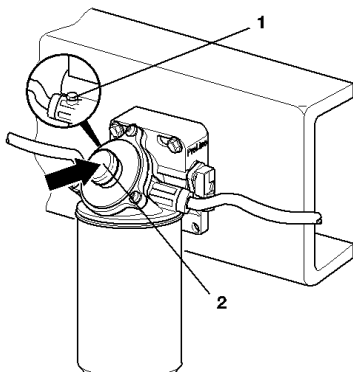

Рисунок 43. Удаление воздуха:
6. Отвернуть резьбовую пробку вентиляционного отверстия 1 (рисунок 43).